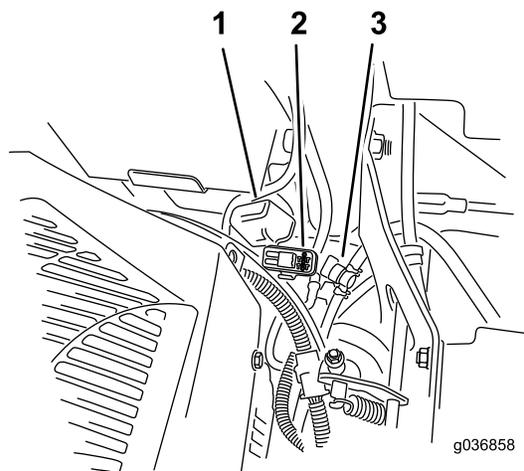

Figure 76
Les fusibles sont situés sur la console droite, près du siège (Figure 76).
2. Remplacez le fusible (Figure 76).